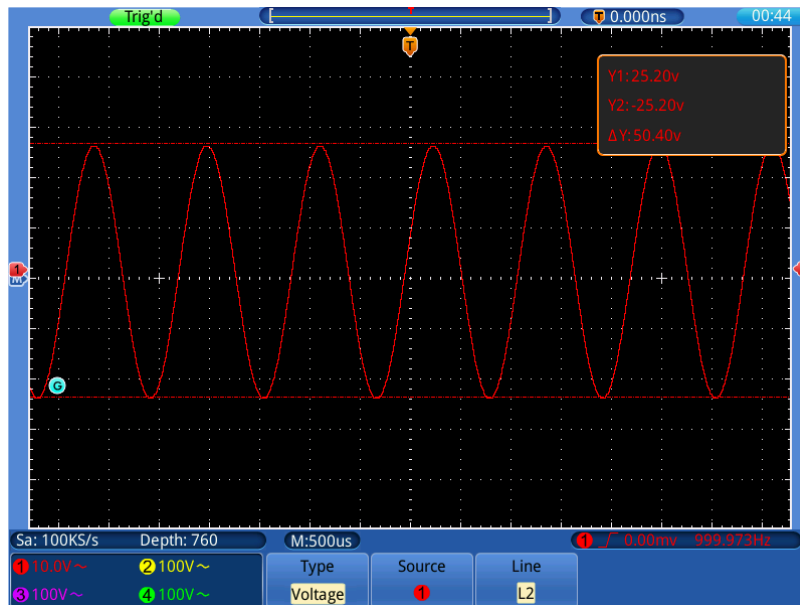

Bild 0-10 Spannungs-Cursor-Messung
2. Wählen Sie **Quelle** im unteren Menü und dann ① im linken Menü für Kanal 1.
4. Wählen Sie **Cursor** im unteren Menü und dann **Cursor1** im rechten Menü. Das  Symbol erscheint neben der Cursor 1 Linie und zeigt an, daß Sie die Position der Linie mit dem Multi-Drehregler (**G**) ändern können. Wählen Sie **Cursor2** um das gleiche mit der zweiten Cursor-Linie durchzuführen. Bei **Cursor 1&2** werden beide Cursorlinien gleichzeitig mit (**G**) verschoben. Das eingblendete Cursor-Messfenster zeigt die erfassten Positionen und den Spannungs-Differenzwert zwischen den Cursor-Linien an. (**Bild 0-10**).